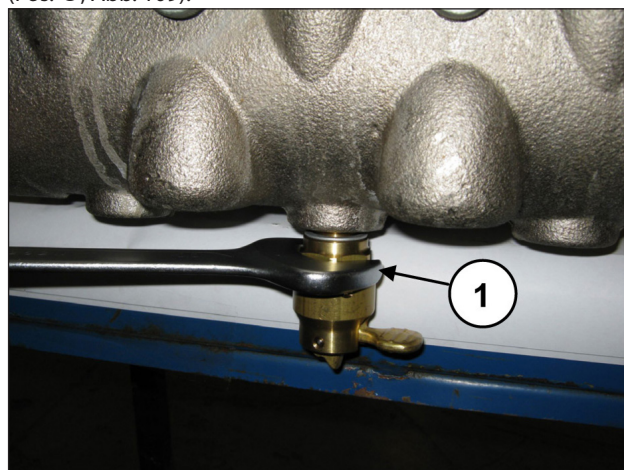

Abb. 109
Drehen Sie den Ventilöffner mit einem 30 mm Schlüssel ab (Pos. ①, Abb. 109).